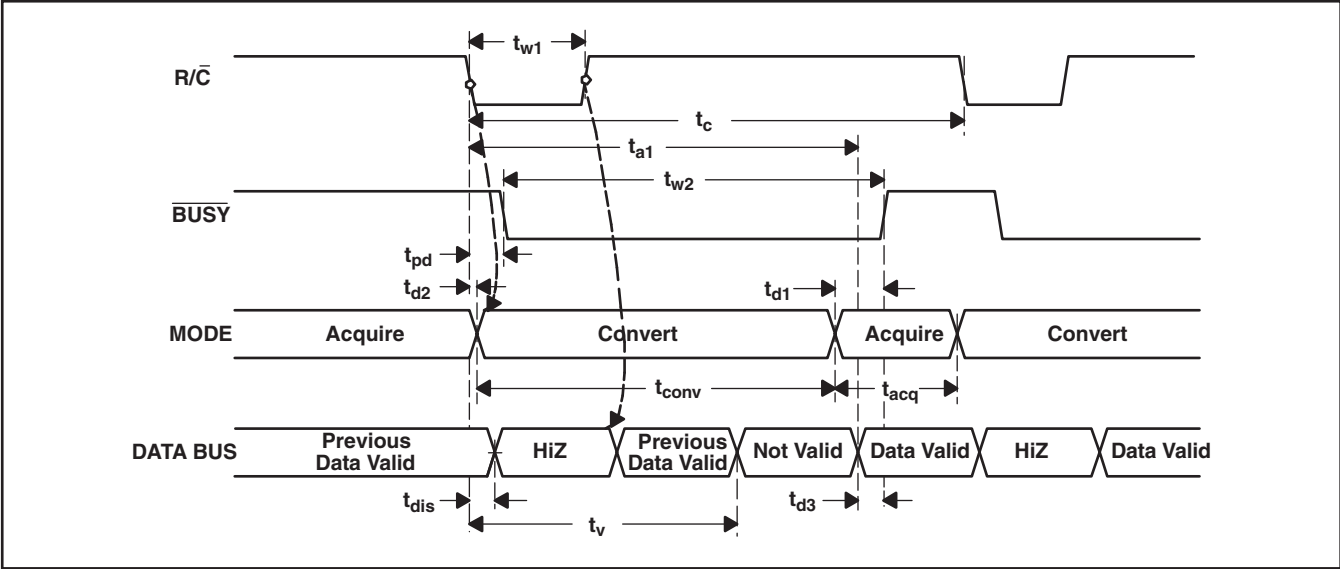
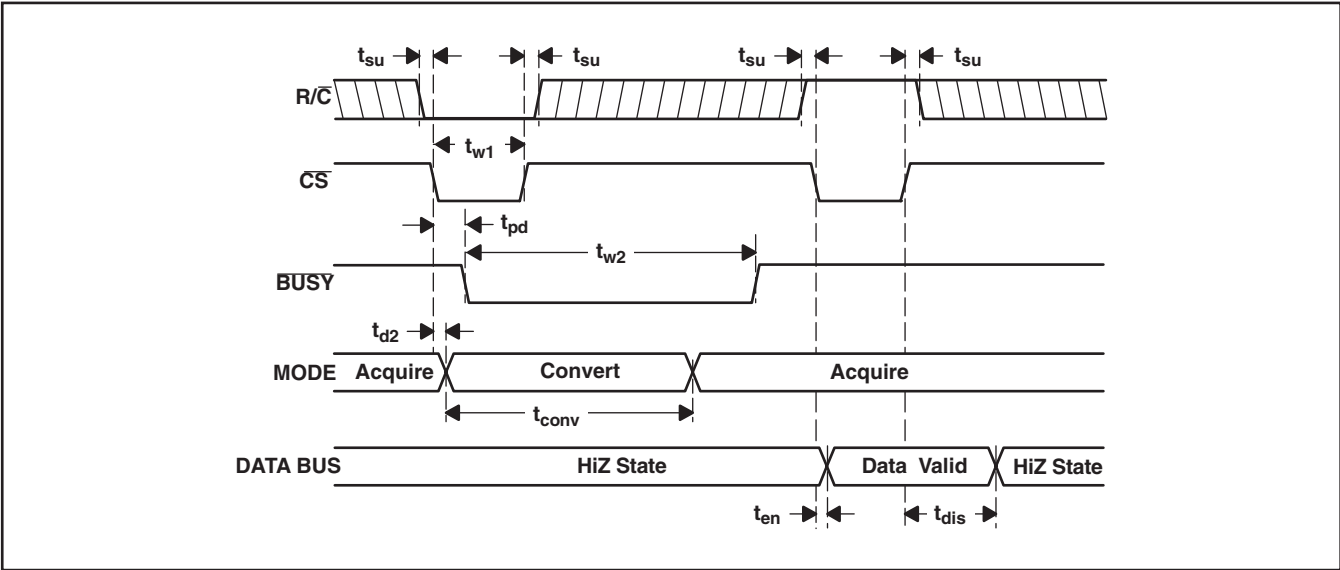
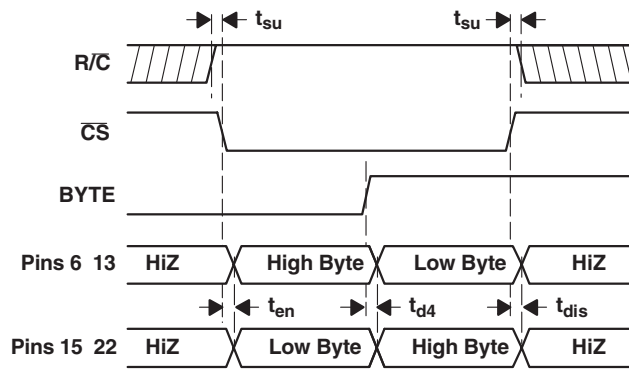

図 21. 変換後の出力イネーブルの変換タイミング ($\overline{CS}$ を“Low”に固定)
図 22. $\overline{CS}$ を使用する場合の変換およびリード制御のタイミング
図 23. データ・バスの制御に $\overline{CS}$ とBYTEを使用
ADS8515は変換の終わりに入力信号のトラッキングを始めるので、変換コマンドの間隔を4μs確保すると、信号の変化に正確に追従したアクイジションとすることができます。CS、R/CおよびBUSYの各状態については表1を、タイミング図は図21、図22、および図23を参照してください。
(1) 変換“n-1”からの有効データに関する制約については、図21および図22を参照。
変換 “n” が完了して出力レジスタが更新された後、 $\overline{BUSY}$ (26ピン) が “High” になります。このとき、変換 “n” の有効データは、D15～D0 (6～13および15～22ピン) で得られます。 $\overline{BUSY}$ の “High” になるのを利用してデータをラッチすることができます。以上のタイミング仕様については、表3と図21、図22、および図23を参照してください。
変換 “n” が開始された後、変換 “n-1” の有効なデータを読み取ることができます。このデータは変換 “n” の開始から最大 t_v まで有効です。変換 “n” の開始の t_v 後から $\overline{BUSY}$ (26ピン) が “High” になるまでの間、データの読み取りを行なってはいけません。これは、無効データを読み取ることになります。以上のタイミング仕様については、表3と図21、図22、および図23を参照してください。
$\overline{CS}$ を “Low” に接続しながら、 $R/\overline{C}$ の立ち下がりエッジを変換開始に使用し、 $R/\overline{C}$ の立ち上がりコンバータの出力モードのイネーブルに使用すると、制御ラインの数を低減することができます。これについては図21をご覧ください。